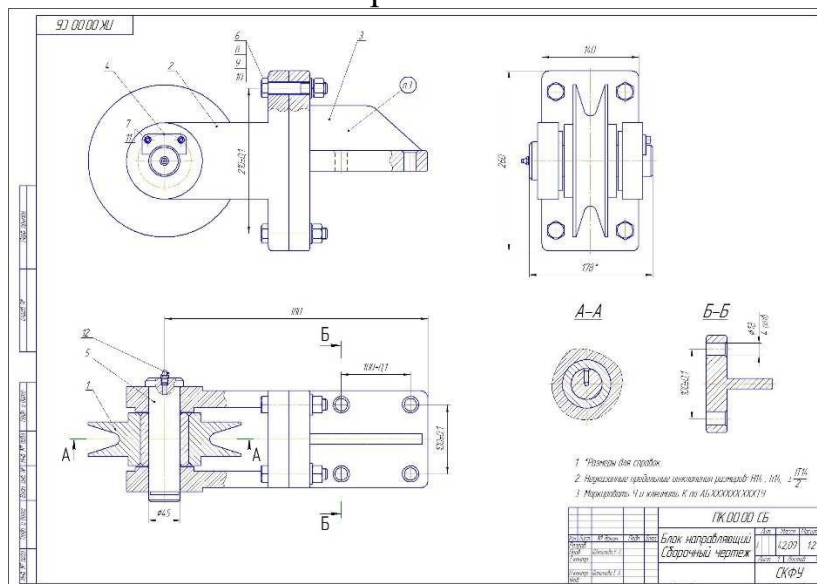

Рисунок 12.1 – Чертеж изделия Блок направляющий
1. Выполнить сборочный чертеж изделия **Блок направляющий** (рисунок 12.1).